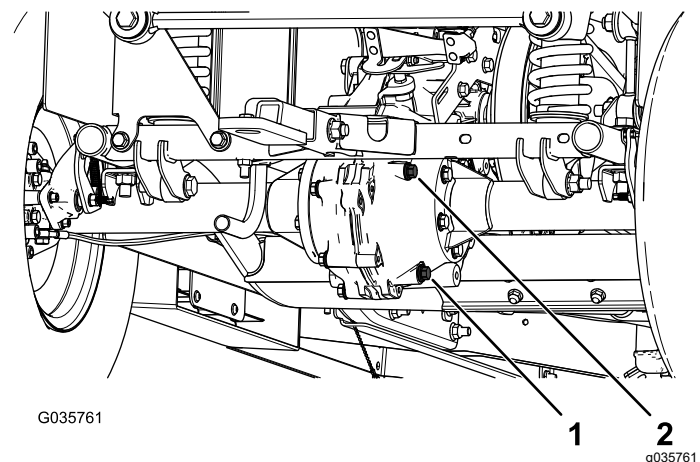

図 56
2. トランスアクスルについている補給プラグを外す(図 56)。
3. オイルの量が少ない場合は、補給プラグを取り、穴からあふれ出てくるまで所定のオイルを補給する 図 56。
1. ドレンプラグの下にオイルを受ける容器をおく 図 56。
2. トランスアクスルについている補給プラグとシールを外す 図 56。
3. ドレンプラグとシールを外してオイルが完全に抜けるのを待つ 図 56。